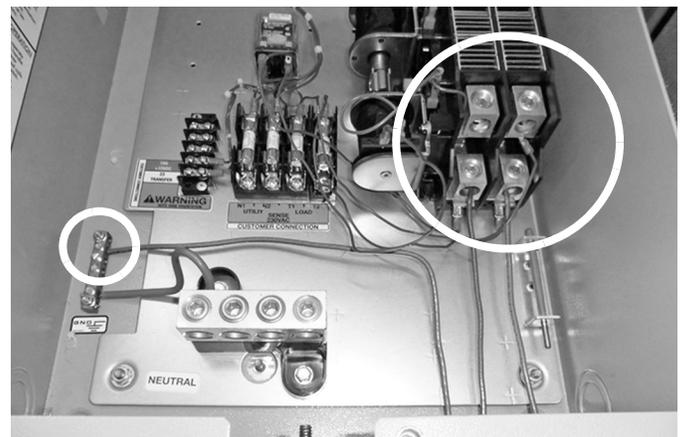

Figura 2-9.
21. Conecte un cable activo (marrón) y uno neutro (azul) a los terminales de carga del cliente rotulados T1 y T2 en el mecanismo de transferencia. Asegúrese de que todos los colores coincidan (Figura 2-9).